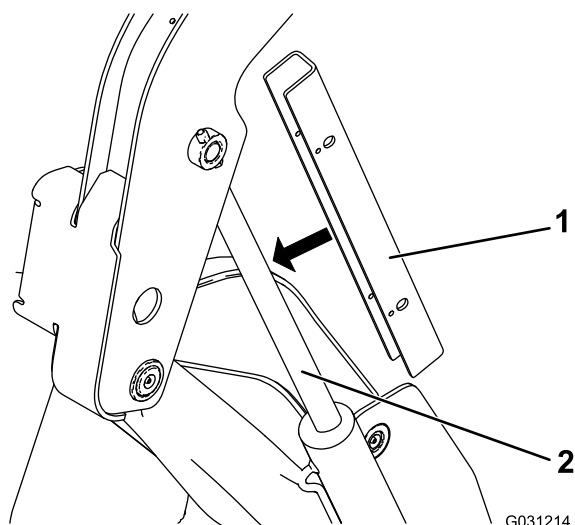

Figura 35
5. Infilate i blocchi del cilindro sull'asta del cilindro di sollevamento (Figura 35).